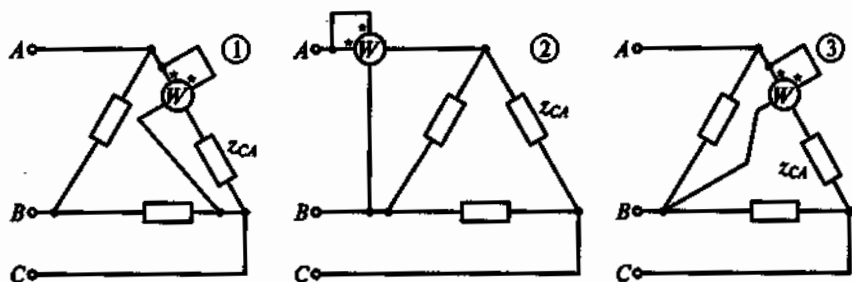

Рис. 169
5.32. С помощью какой из трех схем, показанных на рис. 169, можно измерить активную мощность фазы СА цепи?